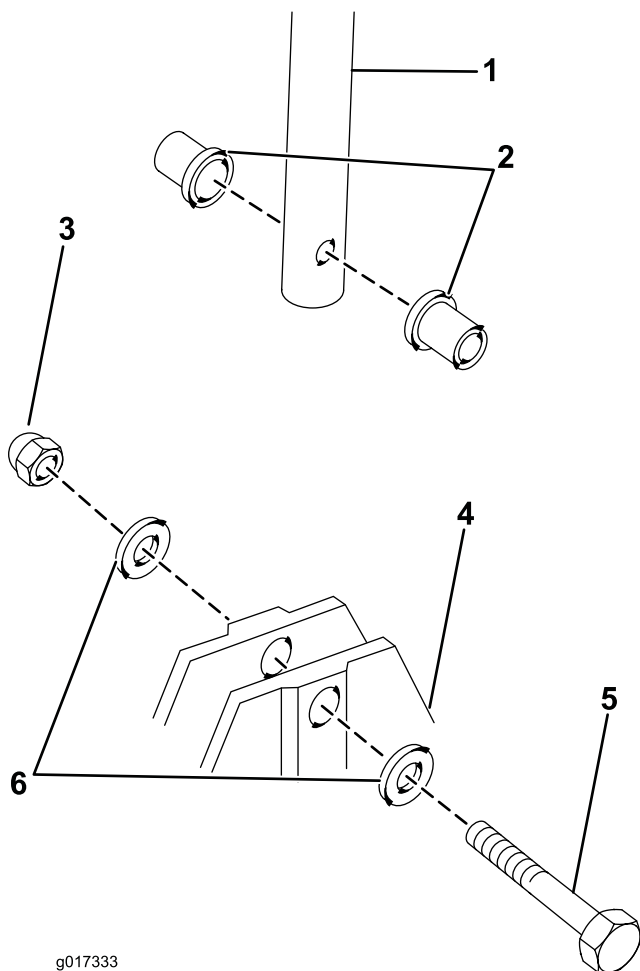

图3
1. 将 2 个轴套滑入机架 (图3)。
2. 将下手柄放在轴套中间，用 1 个手把螺栓、2 个垫圈和 1 个螺母进行固定 (图3)。